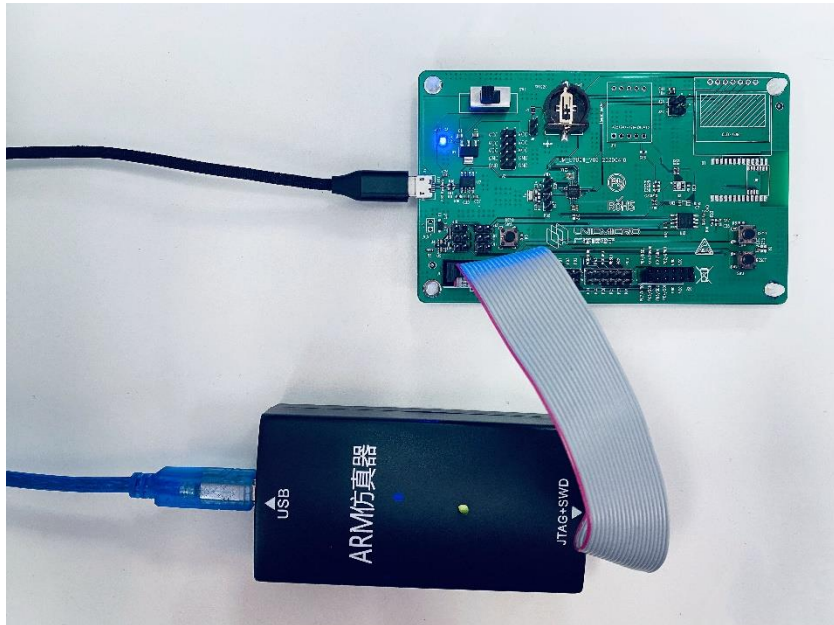

图 3 JTAG 仿真调试接线示意图
(1) 将芯片硬件开发板的 USB 供电口与 PC 电脑的 USB 口连接起来，开发板的 JTAG 调试接口与电脑通过 USB 连接起来，连接图如下图 3 所示。